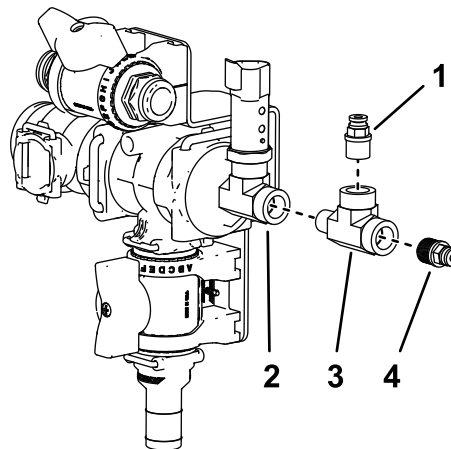

図 30
11. TマニホールドのT字継手から既存のカップラを取り外す (図 30)。
12. 付属のネジ付きT字継手のネジ山にPTFEシーラントを塗布し、付属のT字継手を既存のT字継手に接続する(図 30)。
13. 付属のカップラのネジ山にPTFEシーラントを塗布し、新しく取り付けたT字継手の上部に接続する(図 30)。
14. ステップ11で取り外したカップラのネジ山にPTFEシーラントを塗布し、新しく取り付けたT字継手の端に接続する (図 30)。